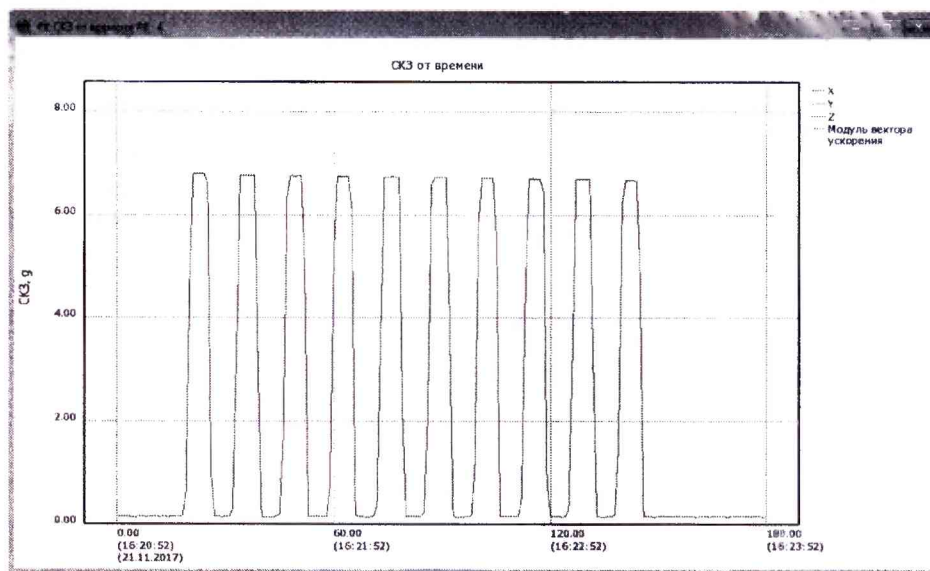

Рисунок 7
7.3.6 Выбрать в панели «Файлы данных» самую первую запись, дождаться окончания открытия записи и открыть график «СКЗ от времени» (рисунок 7). По графику, устанавливая курсор в средней части равномерного плоского участка осциллограммы для каждого зарегистрированного значения, определить значение ускорения, измеренное регистратором.